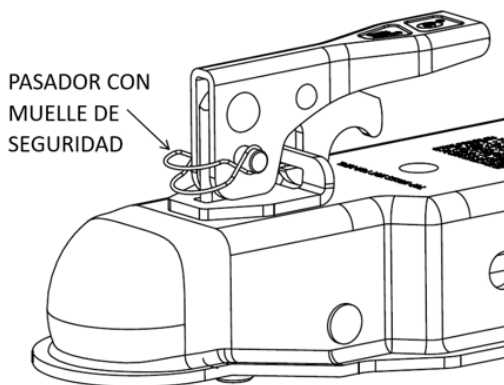

FIG. 4 Pasador correctamente instalado con un muelle de seguridad
- ⚠ Después de cargar correctamente el cabezal de acoplamiento en la bola de 2" del gancho, es necesario instalar un pasador con un muelle de seguridad en la cabeza, como se muestra en la fig. 4. **Si no se instala la protección, ¡el cabezal de acoplamiento podría abrirse durante la conducción y separar el remolque del vehículo!**